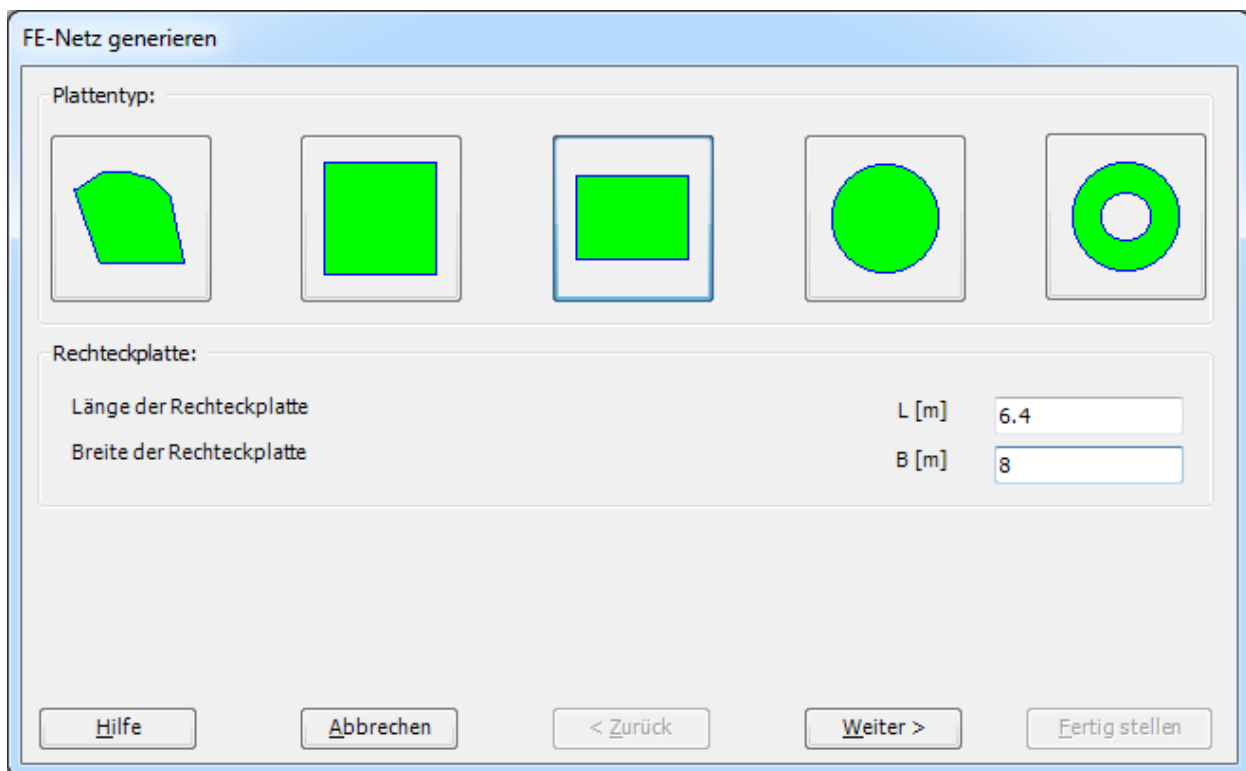

Bild 11.8 Auswahl von Netzschablonen
- Wählen Sie "FE-Netzdaten" aus der Registerkarte "Daten". Eine Auswahl von Schablonen verschiedener Netzformen erscheint (Bild 11.8). Diese Netzschablonen werden verwendet, um die Standardnetze zu generieren, die konstante Größe in x - und y -Richtung haben. Im gegebenen Problem hat die Platte einen rechteckigen Grundriss